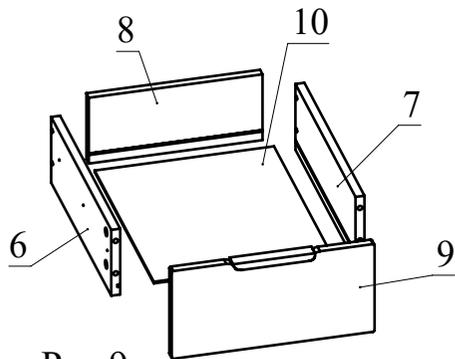

Рис.9
8. Соберите ящик. Для этого соедините детали 6 и 7 с деталью 8 при помощи конфирматов. Вставьте дно ящика 10 из ДВП в пазы деталей 6, 7, 8. Соедините фасад ящика с полученной конструкцией и затяните головки минификсов (Рис. 9).